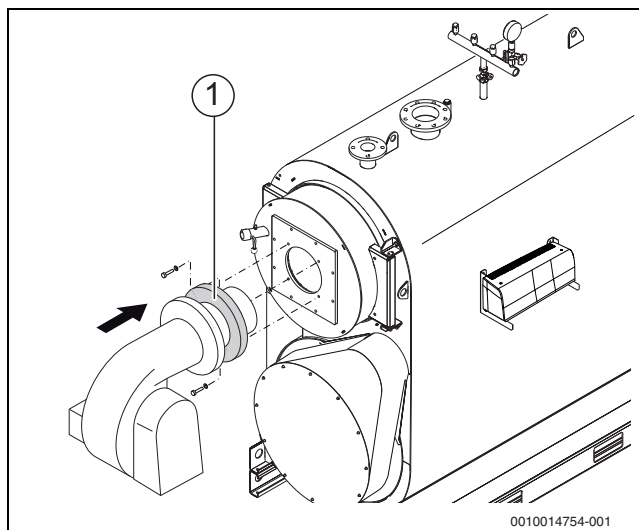

Fig. 17 Montați garniturii de etanșare
- ▶ Împingeți garnitura de etanșare (→ fig. 17), [1], pagina 22 pe ștuțul arzătorului.